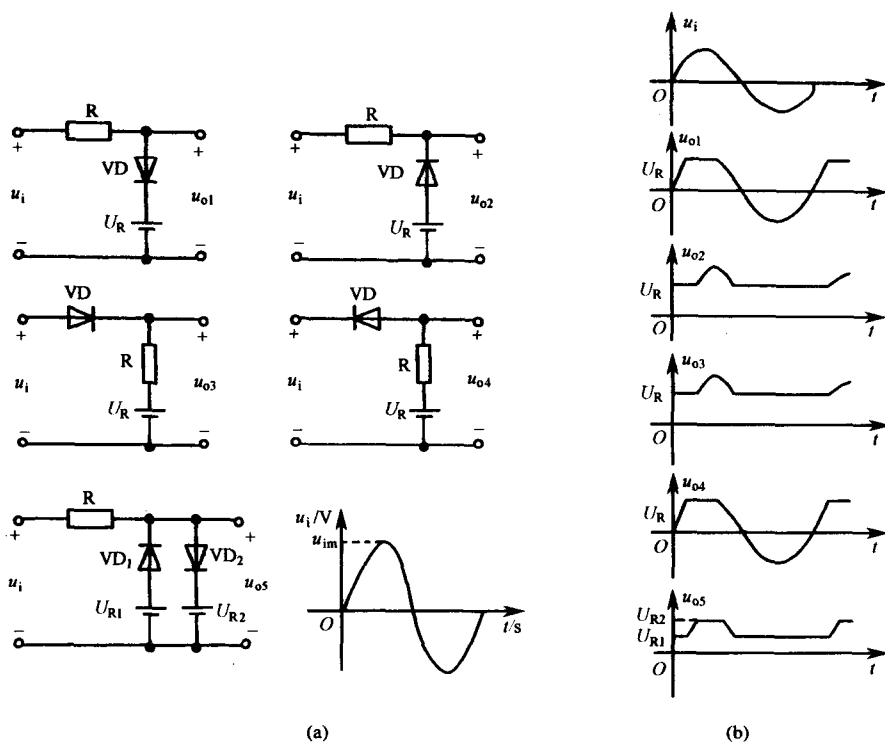
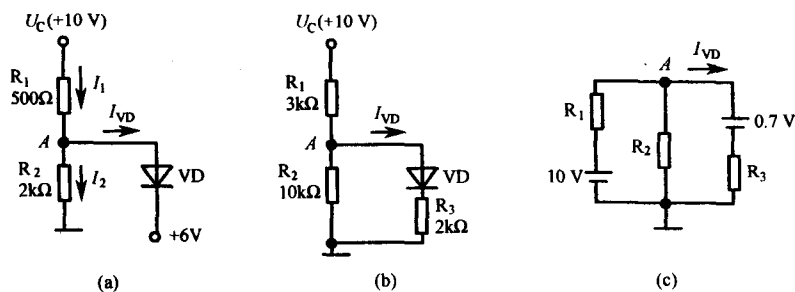

图 1.2
图 1.3
例 1.2 二极管电路及其输入波形如图 1.2(a)所示。已知输入信号的峰值 $u_{im}>U_R$, 二极管的导通压降 U_{VD} 可忽略, 试画出输出电压 $u_{o1}\sim u_{o5}$ 的波形。
解：求解这类电路是确定二极管在信号作用下所处的状态。根据二极管单向导电的特性，即正向导通、反向阻断，不难得出输出 $u_{01} \sim u_{05}$ 的波形及其与 u_i 的关系（如图 1.2(b)所示），具体分析如下：
例 1.3 电路如图 1.3(a)和(b)所示。试估算流过二极管的电流和 A 点的电位。设二极管的正向压降 U_{VD} 为 0.7 V。
解：(1) 在图 1.3(a)中，VD 正偏导通，故
(2) 在图 1.2(b)中，首先将 VD 断开，求得 $U_A = U_C \frac{R_2}{R_1 + R_2} = 7.6 \text{ V}$ ，故 VD 正偏导通，其等效电路如图 1.3(c)所示，由此可得